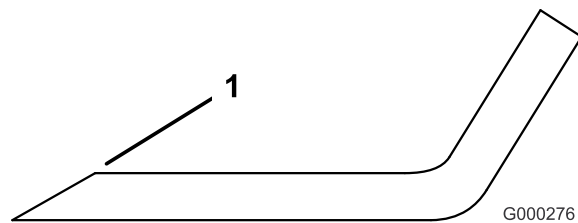

Figure 59
1. Au moyen d'une lime, aiguiser les tranchants aux deux extrémités de la lame (Figure 59). Veillez à conserver l'angle de coupe d'origine. Limez la même quantité de métal sur chacun des deux tranchants pour ne pas déséquilibrer la lame.